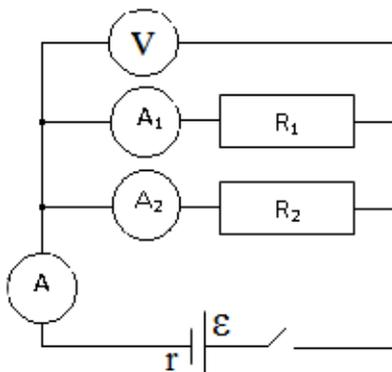

Рис. 2
1. Собрать электрическую цепь по схеме (рис. 2), соблюдая полярность подключаемых приборов. Установить положение ползунков реостатов на максимальное значение сопротивлений (минимальные значения токов на амперметрах).